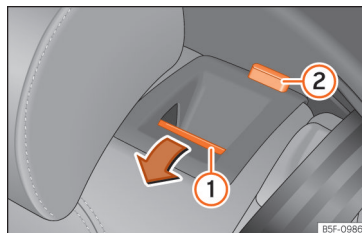

Fig. 65 Banco traseiro: rebater o encosto.
- Pressione o botão de desbloqueio >>> Fig. 65 ① para a frente e, ao mesmo tempo, rebata o encosto. O encosto traseiro está desbloqueado quando se vê uma marca vermelha no botão ②.